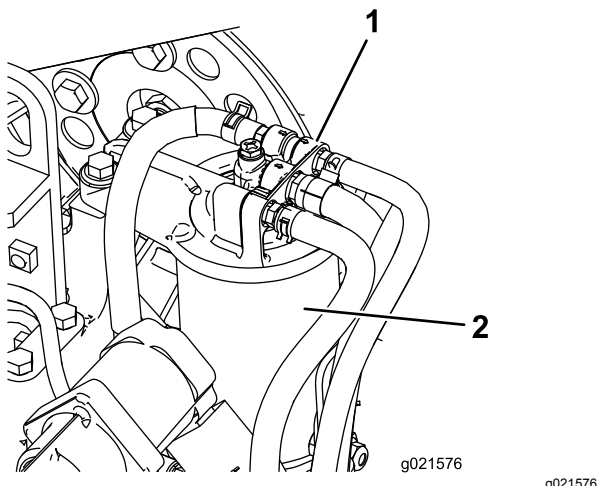

Figura 74
1. Limpe a zona em torno da cabeça do filtro de combustível (Figura 74).
2. Retire o filtro e limpe a superfície de montagem da cabeça do filtro (Figura 74).